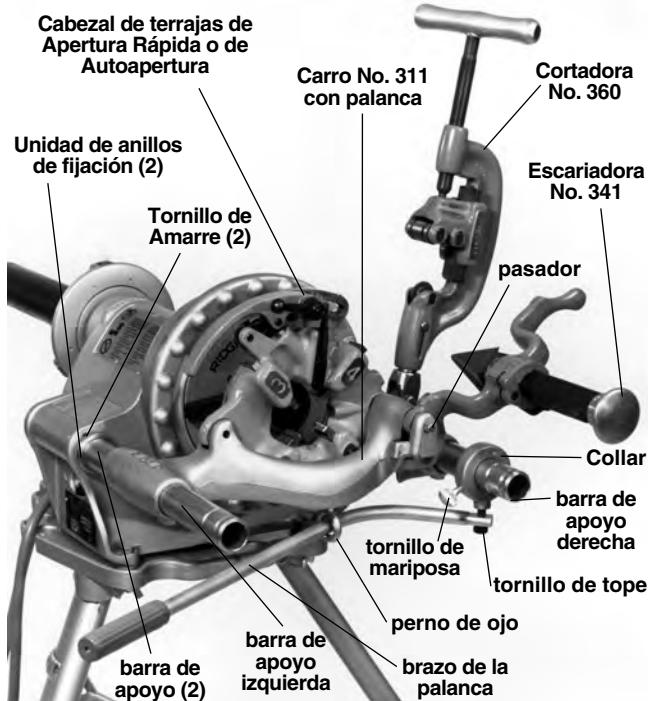

Figura 4 – Accionamiento Autopropulsado No. 300 con el Carro No. 311A, Cortadora No. 360, Escariadora No. 341 y Cabezal de terrajas
1. Inspeccione las barras de apoyo para asegurar que están hacia adelante y firmemente sujetas por dos (2) unidades de anillos de fijación. Los tornillos de fijación en los anillos deben quedar apretados (*Figura 4*).
2. Asegure el perno de ojo en el Carro No. 311A. Deslice el brazo de la palanca a través de la unidad del perno de ojo y fíjelo al collar con el tornillo de tope (*Figura 4*).
4. Instale la Cortadora No. 360 y la Escariadora No. 341 introduciendo el brazo en la ranura existente en el carro y asegúrelo con el pasador (*Figura 4*).